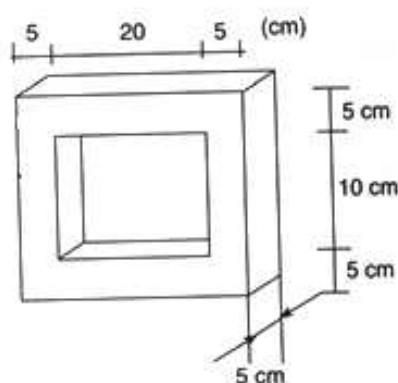

Figura 10.3: Figura del problema 14.
14. Un transformador (5 kVA - 240/120 V - 60 Hz) tiene el circuito magnético de la figura 10.3. Los aislamientos de las chapas suponen el 10% del volumen total del hierro, siendo la permeabilidad relativa 3.000. Si la inducción máxima del hierro es 1,5 T, calcula: a) el número de vueltas del primario y del secundario, despreciando la resistencia de los bobinados y el flujo de dispersión; b) la intensidad de magnetización, despreciando las pérdidas en el hierro.